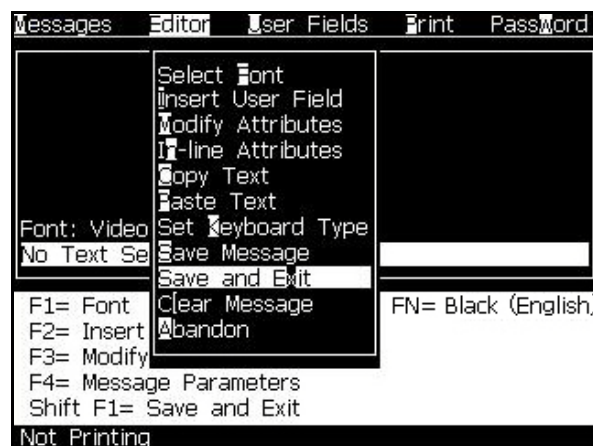

Figura 5-14: Opzione Save and Exit (Salva ed esci)
- Selezionare *Save and Exit (salva e esci)* dal menu *Editor* (Figura 5-14)